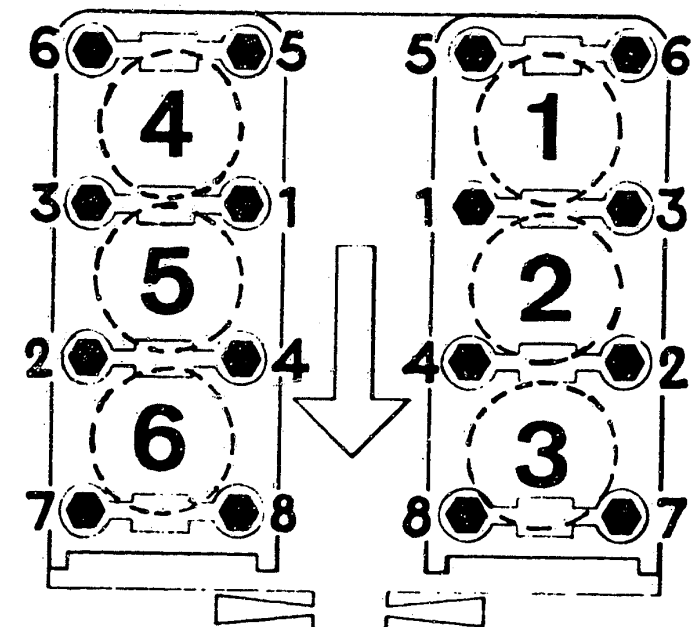

Bild 19 2850 V6-Motor: Anzugsreihenfolge der Zylinderkopfschrauben. Grosse Zahlen = Zündreihenfolge.
c) Die **Zylinderkopfdichtungen** sind trocken zu montieren. Alle Schrauben sind in der Anzugsreihenfolge (Bild 19) mit 60Nm anzuziehen, in derselben Reihenfolge wieder zu lösen und erneut mit 20Nm anzuziehen. Als letzter Schritt sind sie um einen Drehwinkel von 115° weiterzudrehen. Ein späteres Nachziehen ist nicht mehr notwendig.